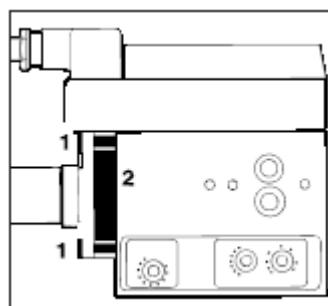

Рис. 29
- 2 расслабить все четыре винта (1 на Рис. 29); снять два винта, в зависимости от габаритных размеров, снять часть с фильтром (2 на Рис. 29)